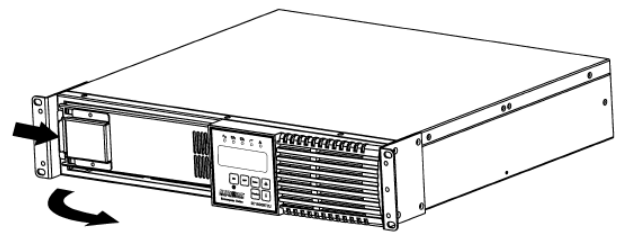

FIGURE 2
3. Appuyez sur le loquet à ressort du support de retenue de la batterie sur le côté gauche, tirez-le vers l'extérieur puis mettez-le de côté (FIG. 2)